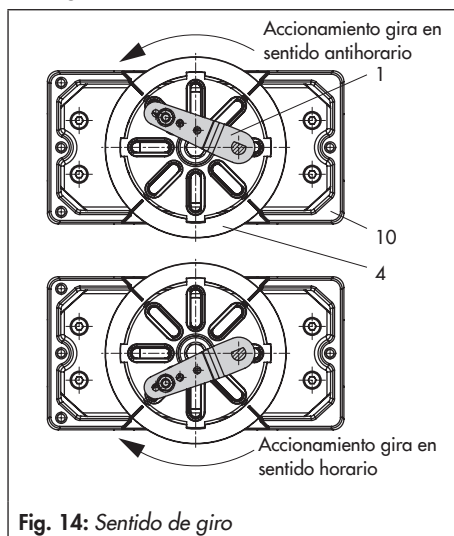

Fig. 14: Sentido de giro
8. Atornillar el posicionador en la placa adaptadora (12).
9. Colocar el posicionador con la placa adaptadora encima de la caja (10) y fijarlo. Teniendo en cuenta el sentido de giro del accionamiento, alinear la palanca (1) para que quede en la ranura de la rueda de acoplamiento con su pin (fig. 14).